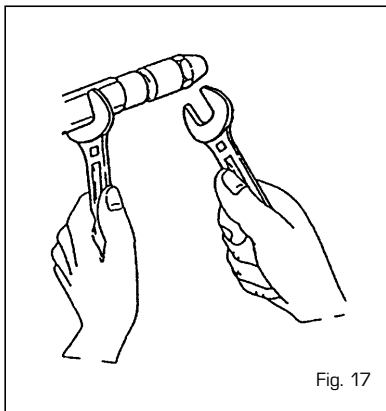

Fig. 17
- Fixar o porta injetor utilizando uma chave nº19 e desparafusar o injetor com uma chave nº16 (fig. 17).